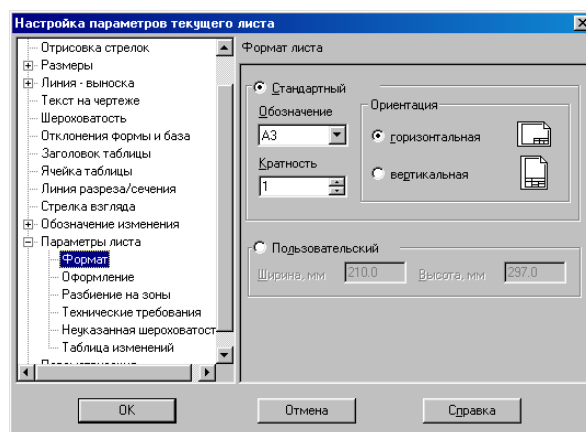

Рис. 75
2. Измените формат чертежа на А3. Для этого выполните команду **Настройка – Параметры текущего листа**. В диалоговом окне (рис. 75) установите необходимые параметры.